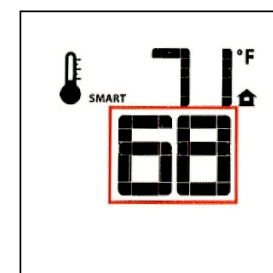

Figure 67. Réglage de température (mode Smart)
- Pour ajuster la température, appuyez sur les touches fléchées Haut et Bas, jusqu'à ce que le réglage de température désiré soit affiché. Fig. 67.